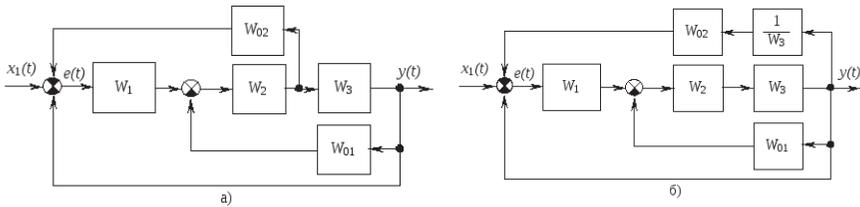

Рисунок 4 – Структурная схема многоконтурной системы с перекрестными обратными связями (а) и не перекрестными обратными связями (б)
**Пример 2.** Свести к эквивалентной одноконтурной схеме многоконтурную систему. Изображенную на рис. 4, а).
Решение. На первом этапе производится операция преобразования в систему без перекрестных связей. Операция преобразования проводится в соответствии с правилами преобразования путем переноса сумматоров или узлов отвлечения. После преобразований передаточные функции находят по методу свертывания двух-, многоконтурной системы к одноконтурной. Передаточная функция преобразованной разомкнутой системы (рис. 4, б) имеет вид